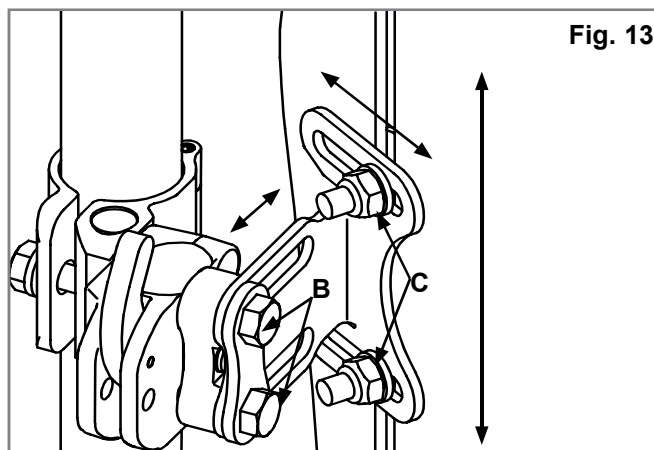

Fig. 13
- Réglez le dossier à la position, profondeur, inclinaison et hauteur désirées (Fig. 13), puis resserrez à la main les vis (B) et écrous (C).